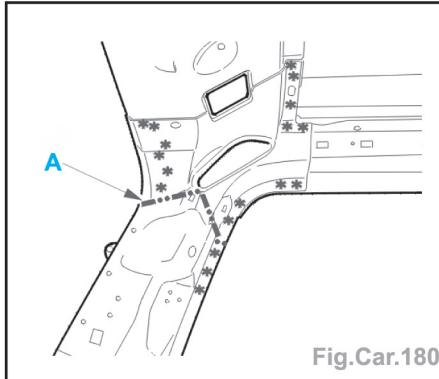

Fig.Car.180
- Découper par fraisage des points et à l'aide d'une meule épaisseur **1 mm** (suivant **A**) (Fig.Car.180).